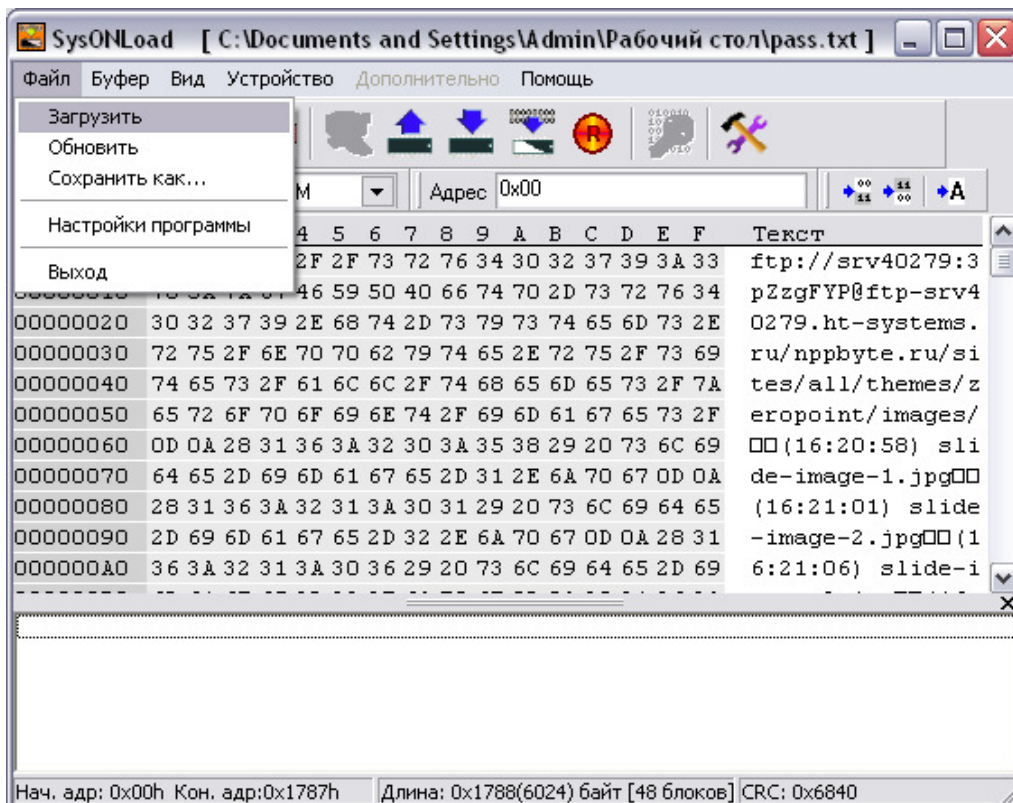

Рисунок 6: Выбор файла для прошивки блока
9. В закладке “файл” выберите пункт “Загрузить” (рисунок 6).